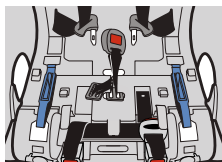

Figure 14
- Faites glisser la sangle d'entrejambe hors de la fente de la sangle d'entrejambe, tel qu'illustré dans la **Figure 14**.